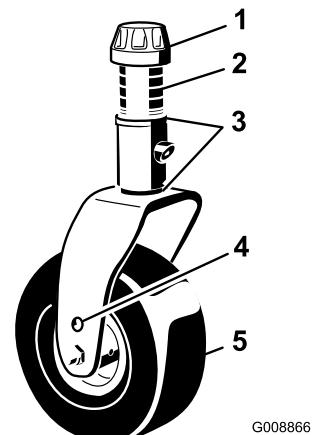

Figure 28
3. Enlevez le chapeau de tension de l'axe de pivot (Figure 28) et sortez l'axe du bras pivotant. Replacez les 2 cales (3 mm) sur l'axe de pivot comme à l'origine. Insérez le nombre correct d'entretoises de 13 mm sur l'axe pour obtenir la hauteur de coupe voulue.